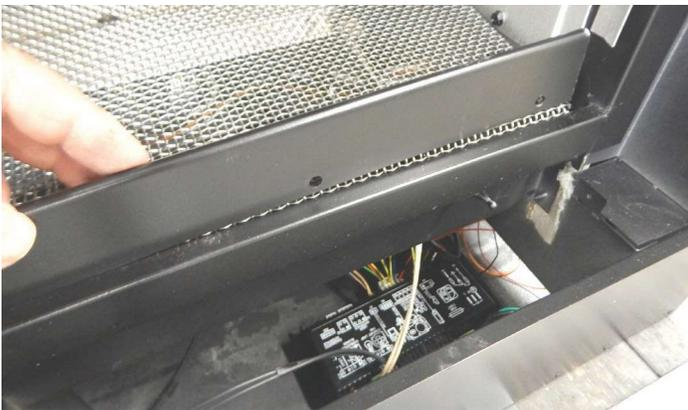

Figure 1
4. Retirer la retenue de la porte vitrée en la soulevant simplement et en la mettant de côté. **Voir Figure 1.**